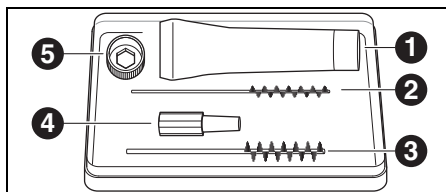

Bild 20 Serviceset für Spindel
- ▷ Äußeren Kegel der Spannzange mit dem im Set enthaltenen Spannzangenfett ([1] in Bild 20) leicht einfetten.